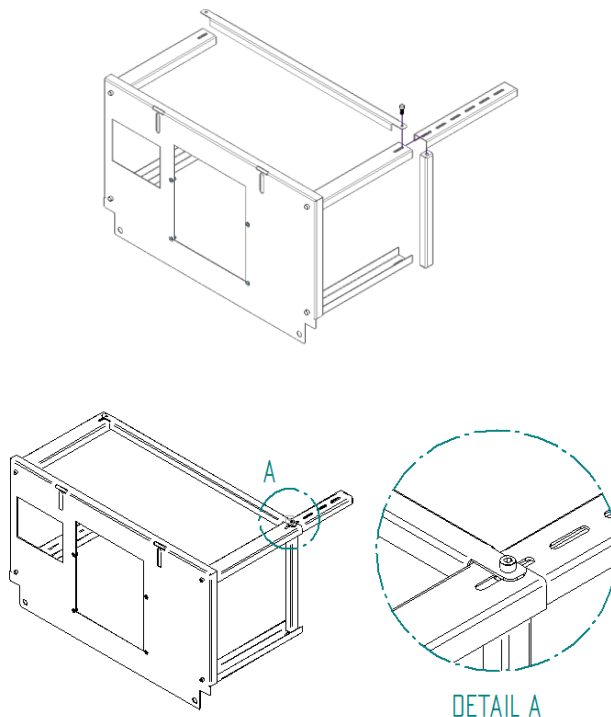

Figura 3 – Montaje de la mesa auxiliar
2. Coloque uno de los enclavamientos cortos desde el interior de una de las extensiones de las patas e introdúzcalo entre las dos extensiones de las patas de un lado, como puede verse en la imagen siguiente. Coloque uno de los cierres largos desde el exterior y asegure el conjunto con un tornillo DIN 912 M8x20mm. No apriete demasiado el tornillo, para facilitar el montaje del resto del conjunto. La extensión de la pata tiene 5 agujeros, debe seleccionar cuál aplicar, así como, la altura total de la mesa, como se muestra en la Figura 3.